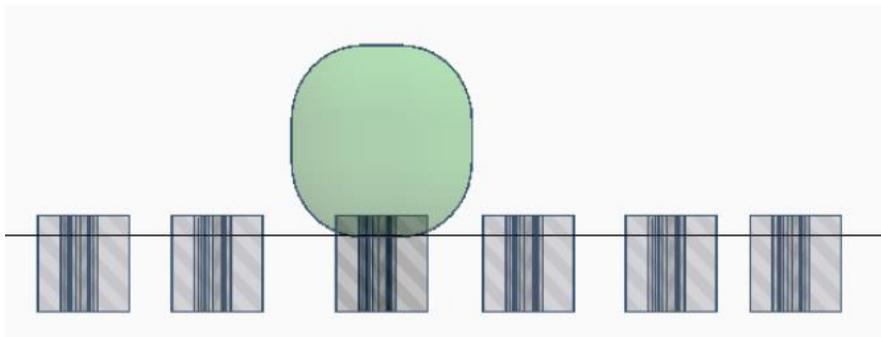

Figura 18. Replicando.
13. Agora replique a letra A (teclas Ctrl+C e depois Ctrl+V) para obter seis cópias. Alinhe-as para ficar fácil de ver as seis, como mostra a Figura 18.